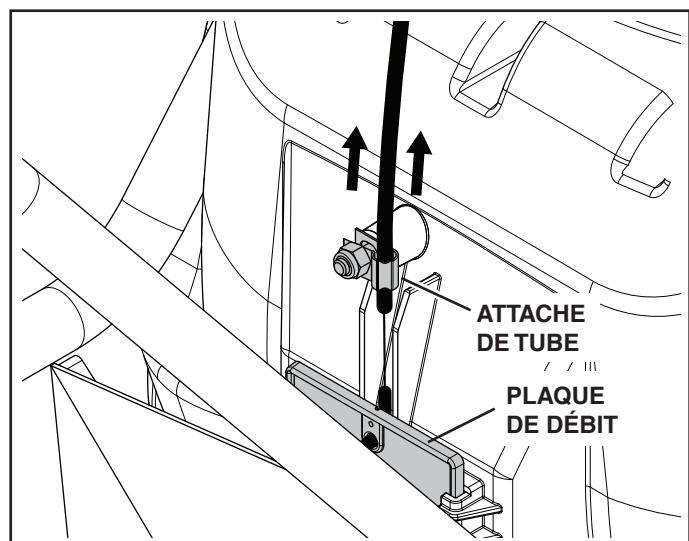

FIGURE 14
- Desserrez l'écrou qui retient l'attache de tube au-dessous de l'épandeur. Voir figure 14.
- Écartez les extrémités de l'attache jusqu'à ce que le câble puisse aller et venir sans effort. Voir figure 14.
- Maintenez l'attache de tube alignée et tirez sur le câble jusqu'à ce que la plaque de débit bouge légèrement, puis serrez l'écrou tout en maintenant l'attache de câble en place. Voir figure 14.